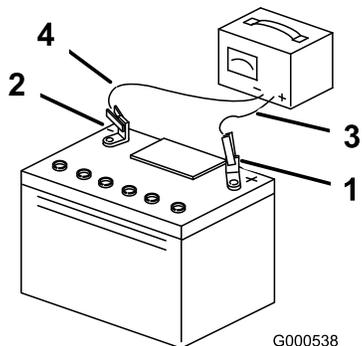

Figura 34
3. Cuando la batería esté completamente cargada, desconecte el cargador de la toma de electricidad, luego desconecte los cables del cargador de los bornes de la batería (Figura 34).